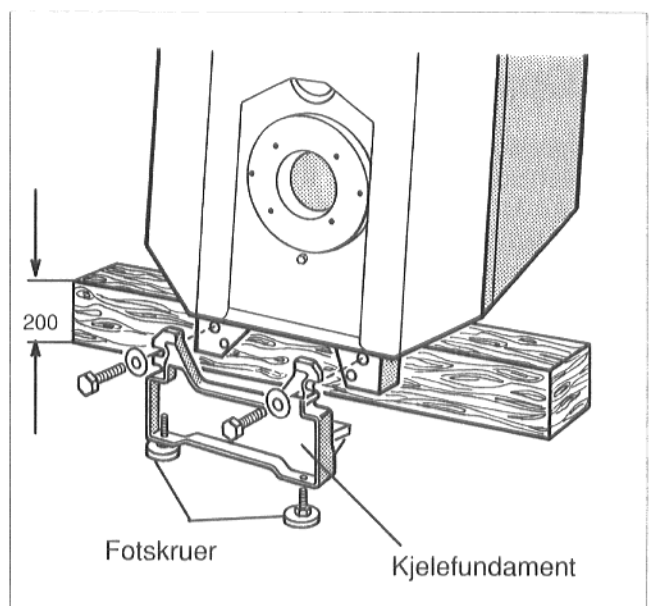
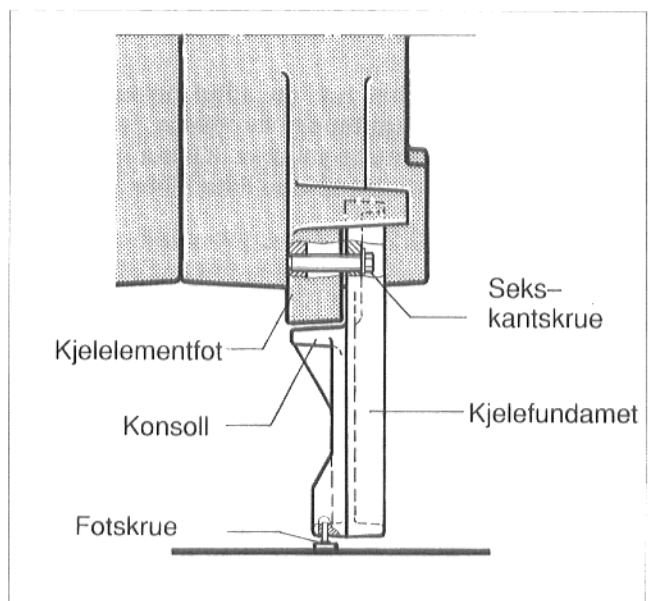

fig. 5
fig. 6
- Kjelen vippes litt bakover. Kjelen støttes og sikres mot gliding slik at den fremre delen av kjelefundamentet uten fare kan skrus sammen med kjelelementføttene (fig. 5)
- Konsollene på kjelefundamentet settes under elementføttene på forelementet (fig. 5 og fig. 6).
- Konsollen skrus forfra på kjelelementføttene (fig. 6). Sekskantskruene M 10 er vedlagt kjelefundamentet.
- Konsollene på kjelefundamentet settes under elementføttene på bakelementet (fig. 6).
- Konsollen skrus bakfra på kjelelementføttene (fig. 6). Sekskantskruene M 10 er vedlagt kjelefundamentet.